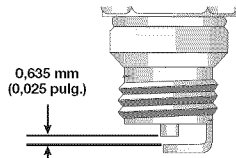

Fig. 27
- Cambie las bujías que estén rajadas, sucias o deterioradas. Fije la separación de aire a 0,635 mm (0,025 pulgadas) utilizando un calibrador (Fig. 27).